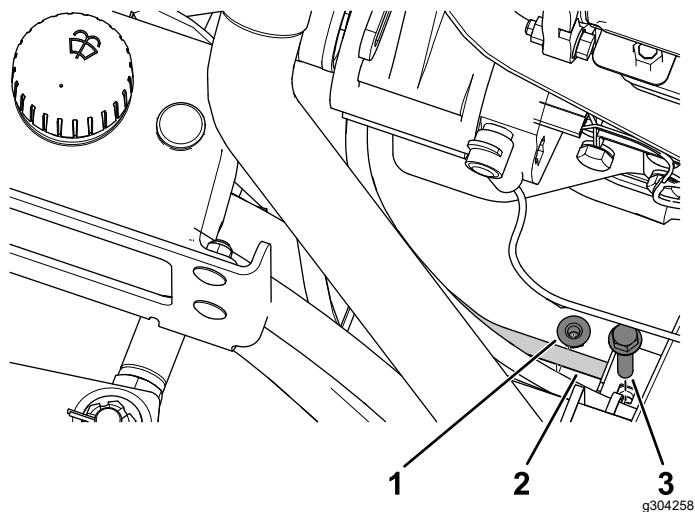

Figura 32
12. Scoatei urubul i piulia de pe suportul conductei hidraulice (Figura 32).